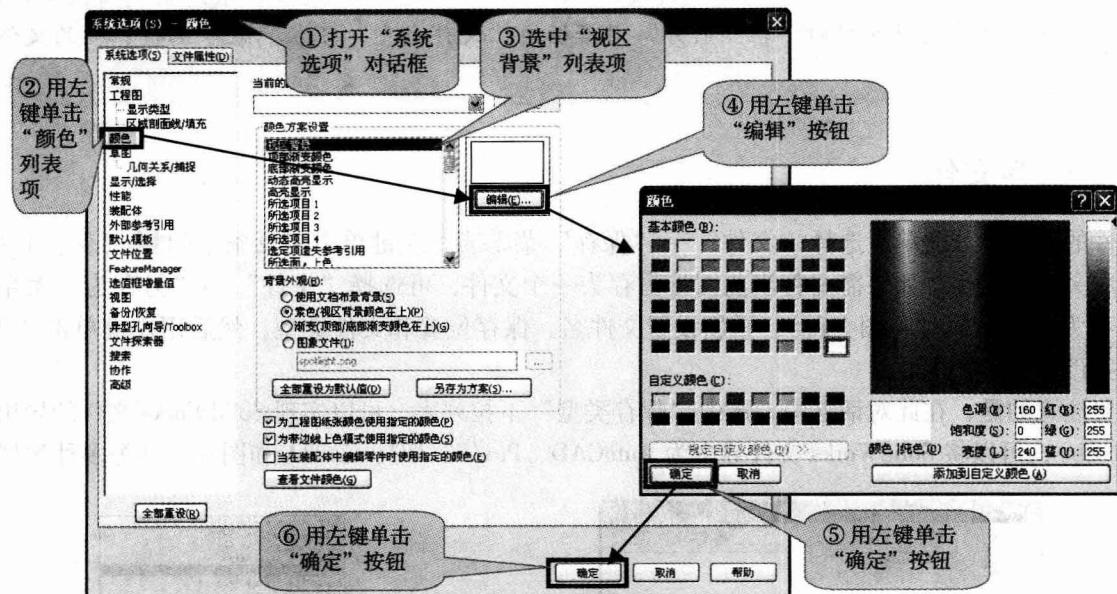

图 1-9 设置“视区”颜色
步骤 1 打开“系统选项”对话框 新建一个零件类型的文件，选择“工具”→“选项”菜单，或者用左键单击工具栏的 (选项) 按钮，打开“系统选项”对话框，如图 1-9 所示。
步骤2 选择视区背景选项 具体步骤如图 1-9 中的①~③所示。
步骤3 设置背景颜色 具体步骤如图 1-9 中的④~⑥所示。